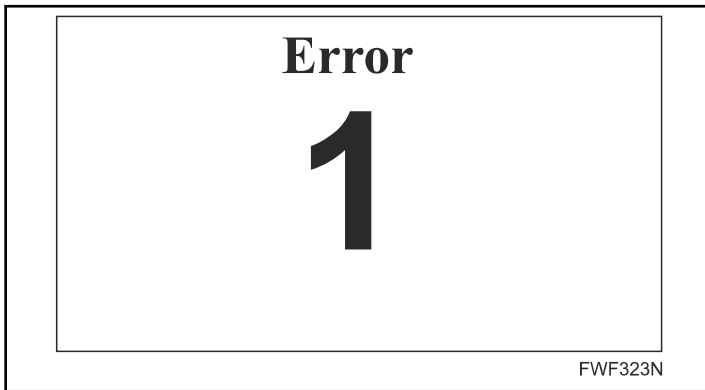

图 15
- 如果出现紧急状态，在该状态下熨烫滚筒的温度达到限值，此时安全恒温器会被激活，并显示闪烁的警告消息 1 — *图 15*。